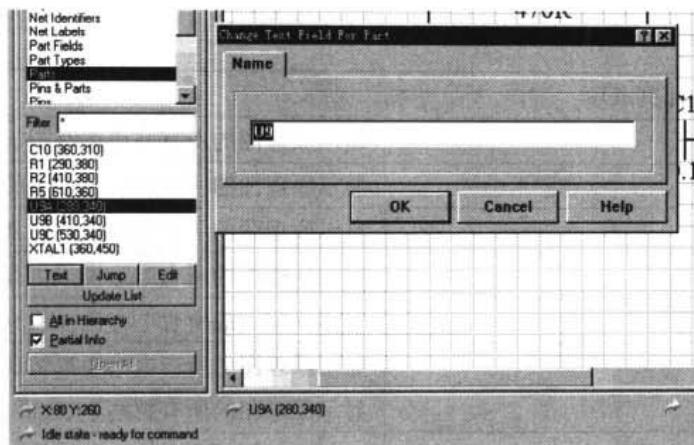

图 4-16 编辑文字信息
- Text 按钮：此按钮的功能是编辑信息列表框中选中的信息条的文字内容。例如，首先单击信息列表框“U9A”条目，此条目的底色变为深蓝色，然后单击 Text 按钮，将弹出改变元件文字的对话框，如图 4-16 所示。同时，编辑框的内容为选中条目的文字“U9”，在此可对文字内容进行修改。